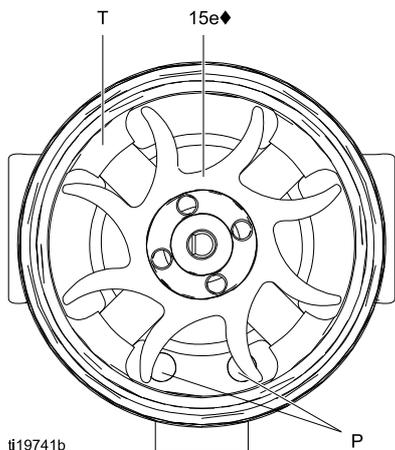
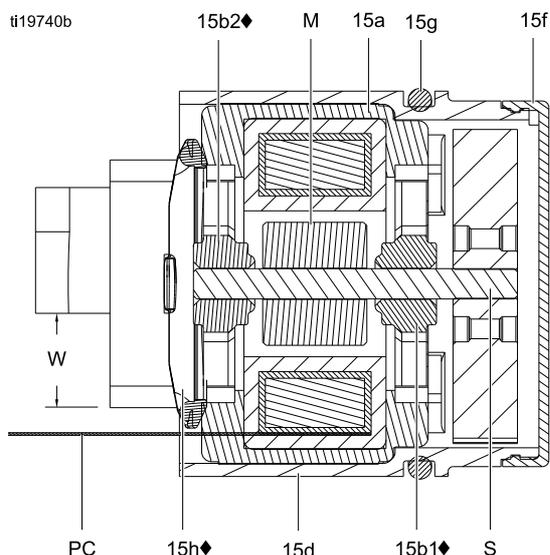

Figure 34 Orientação da ventoinha
Figure 35 Secção cruzada do alternador
12. Segure o conjunto da bobina (15a) numa bancada de trabalho com a secção da ventoinha para cima. Instale a ventoinha (15e♦) na secção comprida do veio (S). As lâminas da ventoinha devem estar orientadas conforme apresentado.
13. Pressione, com cuidado, o conjunto da bobina (15a) para a frente do compartimento (15d♦). O conector de 3 fios (PC) deve ser posicionado abaixo da ranhura maior (W) das abas do compartimento, tal como se vê na Fig. 35. Certifique-se de que os pinos de alinhamento da bobina (P) estão posicionados de acordo com a Fig. 34.
14. Rode a ventoinha (15e) de modo a que as lâminas desimpeçam as quatro abas da chumaceira (T) na traseira do compartimento (15d). Certifique-se de que as lâminas da chumaceira inferior (15b1♦) ficam alinhadas com as abas.